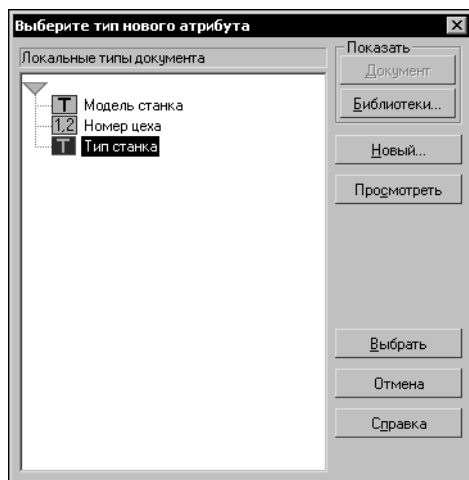

Рис. 60.2. Диалог выбора типа атрибута
3. Нажмите кнопку **Новый...** для вызова диалога выбора типа атрибута (рис. 60.2).